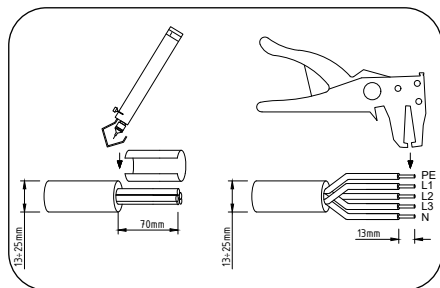
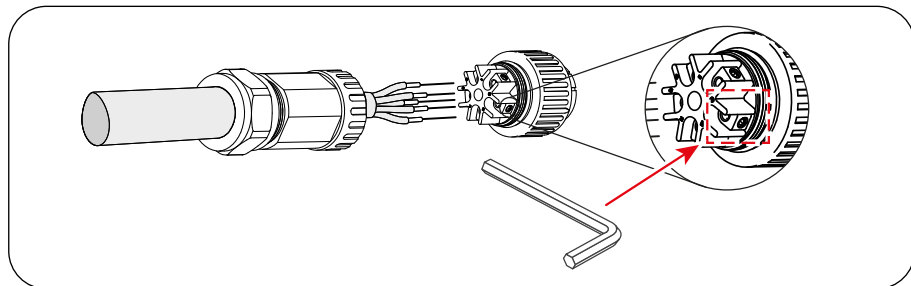

Figura 19 - Filo spellato e scoperto
Figura 21
- Rimuovere la guaina isolante del cavo per 70 mm, spellare i conduttori per 13 mm (Figura 19). Passare il cavo attraverso il dado e il manicotto dell'elemento presa, inserire i terminali corrispondenti e serrare con una chiave a brugola (come illustrato in Figura 21). La coppia è 1,5-2,5 Nm.
Dopo l'inserimento dei conduttori, serrare le viti di bloccaggio con una chiave a brugola da 3,0 mm (l'area tratteggiata, illustrata in Figura 21 mostra uno dei 5 punti di serraggio). ATTENZIONE: Le viti a brugola hanno un filetto corto, prestare attenzione a non svitare le viti completamente.